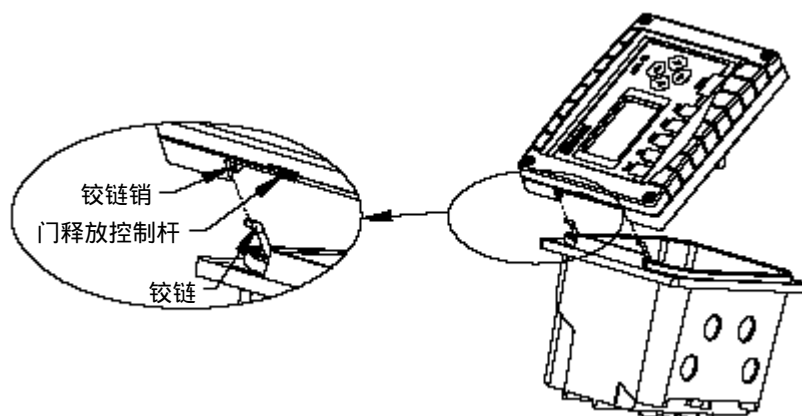

图 4-1 分析仪门组件的详细图
3. 拿住门，将门释放控制杆（图 4-1）向上拔起，从而将门从铰链中释放出来。
要安上分析仪的门，参考图 4-1 并且：